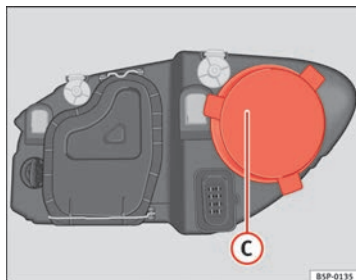

Fig. 189 Feux de route
- Retirez le cache ⇒ fig. 189 C en tirant dessus.